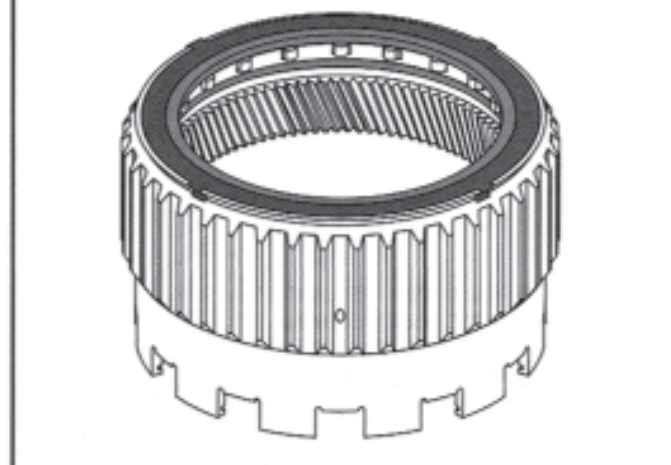

Figura 93
- Instale o retentor no rolamento anelar (Vide Figura 91) e verifique se está bem assentado, conforme ilustrado na Figura 93.